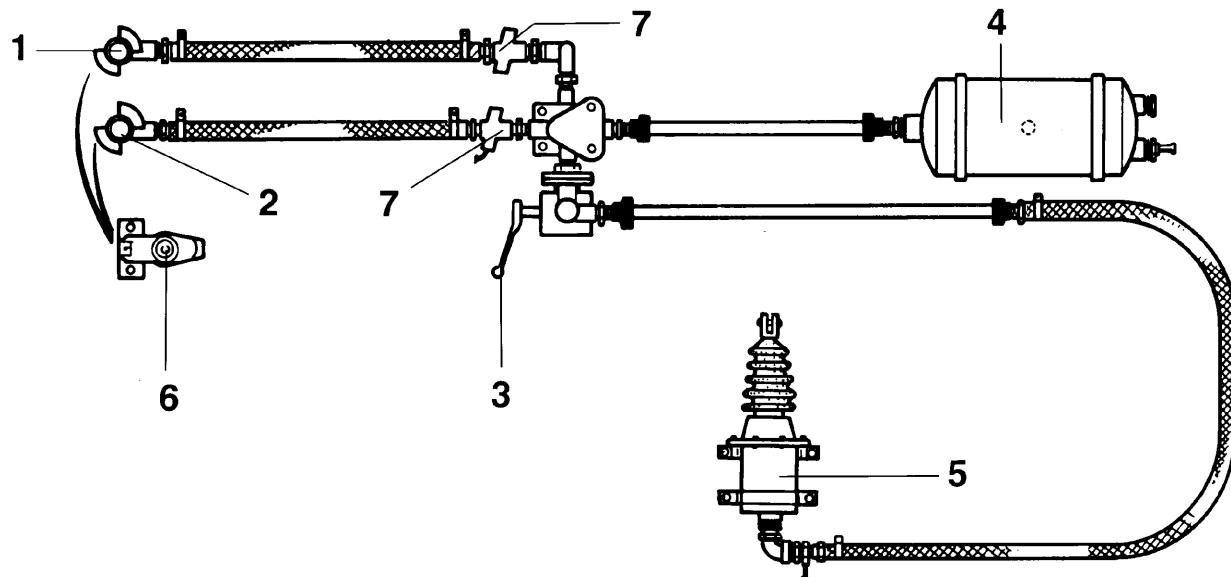

Рис. 57
Следующий план контроля, технического обслуживания и ухода является общепринятым. Агрегаты пневматической тормозной системы на Вашем высокопроизводительном распределителе удобрений могут отличаться от изображенных на иллюстрации (Рис. 57/6). Если у Вас возникнут вопросы, обращайтесь в специализированную мастерскую или к изготовителю тормозной системы, или к его торговой организации.
2. Перед подсоединением проверьте чистоту соединительных головок и следите за правильной установкой! Соединительная головка (Рис. 57/1) для тормозной магистрали маркирована желтым цветом. Соединительная головка (Рис. 57/2) для питающей магистрали маркирована красным цветом.
4. Положение рукоятки (Рис. 57/3)
5. Если требуется, удалите влагу из ресивера (Рис. 57/4)!
7. Проверьте ход поршня тормозного цилиндра! Ход поршня тормозного цилиндра (Рис. 57/5) должен использовать только две трети, в противном случае проводите регулировку тормозов! Замените пыльники!
8. После отсоединения закройте соединительные головки или установите в пустые соединительные муфты (Рис. 57/6) на **ZG-B**!
1. Проверяйте и чистите патроны фильтров в трубопроводе (Рис. 57/7)!